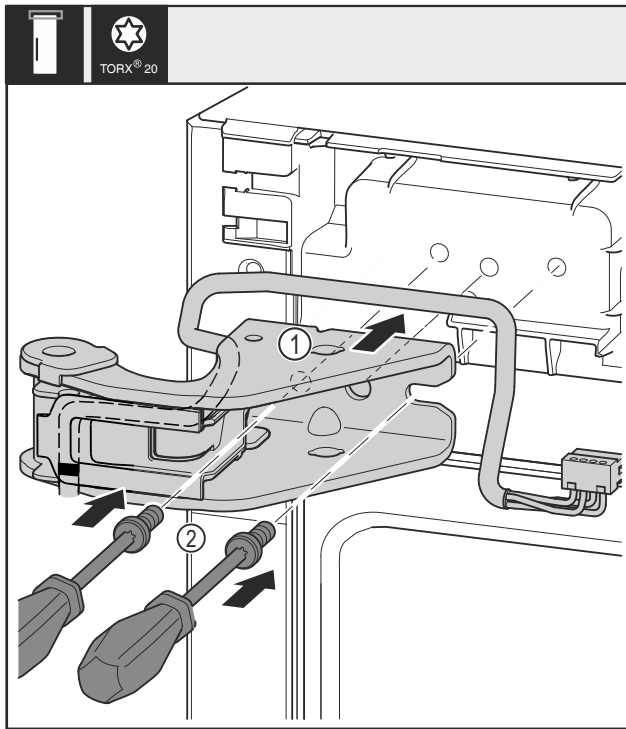

Fig. 35
- Установите верхний опорный кронштейн Fig. 35 (1).
- Установите и затяните винты Fig. 35 (2) отверткой.